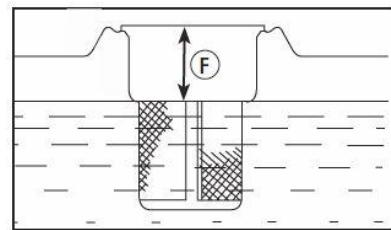

Fig. 5
- Quite la tapa de combustible y añada combustible SIN PLOMO, limpio y nuevo. Deje 2.54 cm (1 in) (F) espacio en el depósito para permitir la expansión del combustible. (See Fig. 5)